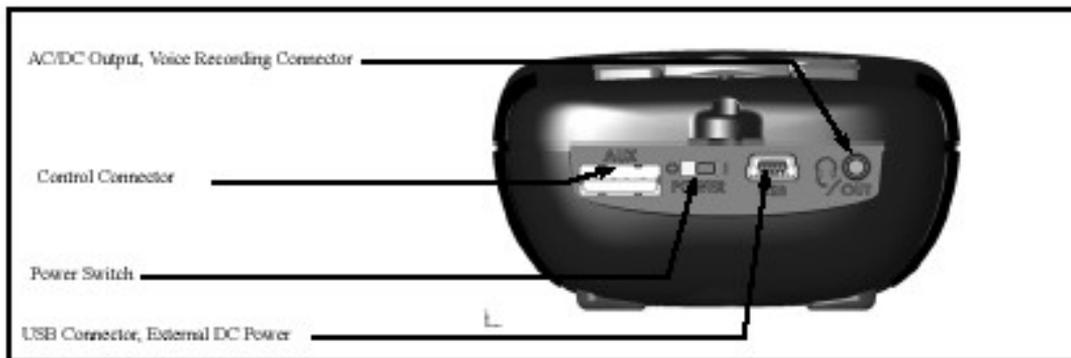

FIGURA 1-4 – Visão Inferior do LxT
- Sinal de saída AC/DC, controle, duas entradas USB, e interruptor de força externo (mostrados em FIGURA 1-4)
O Interruptor de Força encontra-se na parte inferior do LxT, como mostrado na FIGURA 1-4 "Vista inferior do LxT" na página 13 e na FIGURA 14-4 de "Painel inferior do LxT" na página 142.